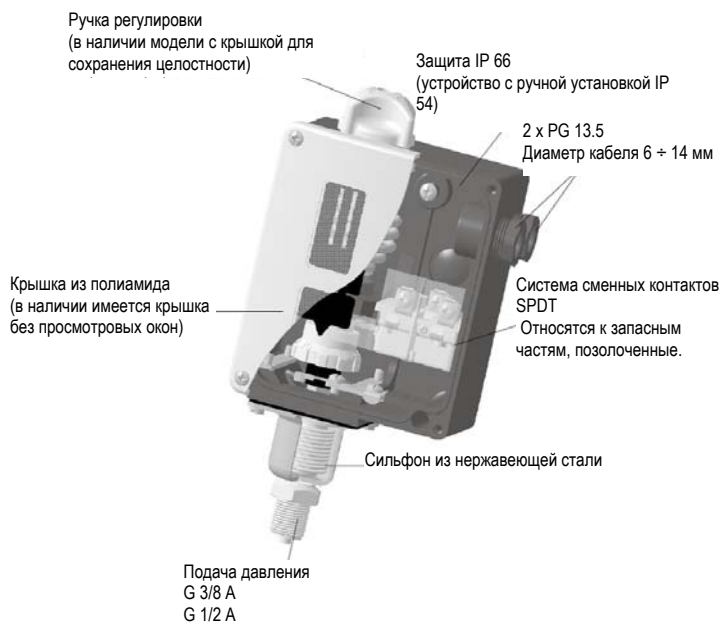

Рис. 5
2.1.4 Предохранительное реле давления (Рис. 5)